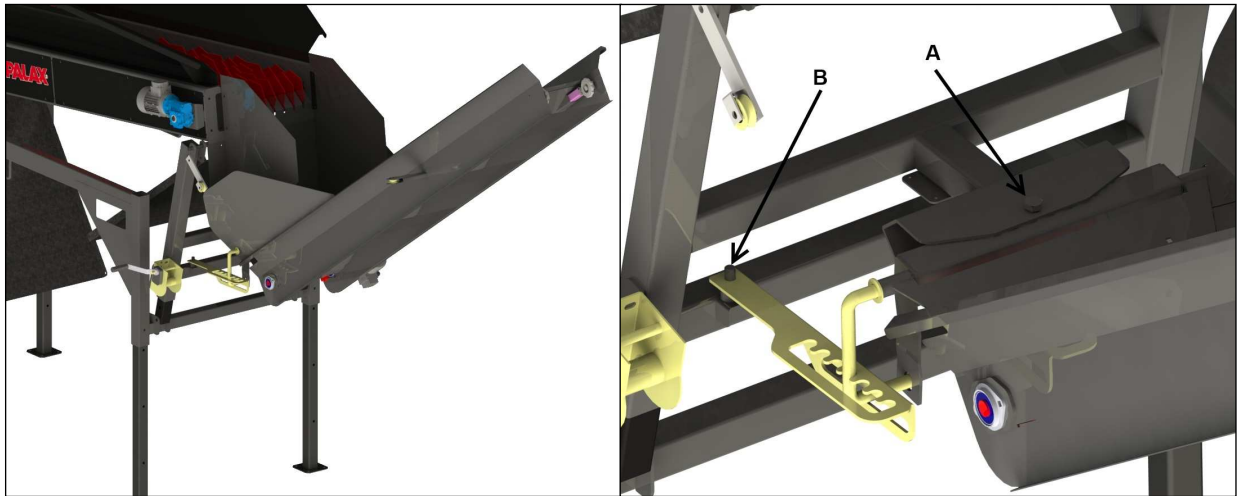

Bild 4.
- Fäst transportören i hållarnas hål A (bild 4)
- Fäst transportörens låsspak i hållaren vid punkt B (bild 4).